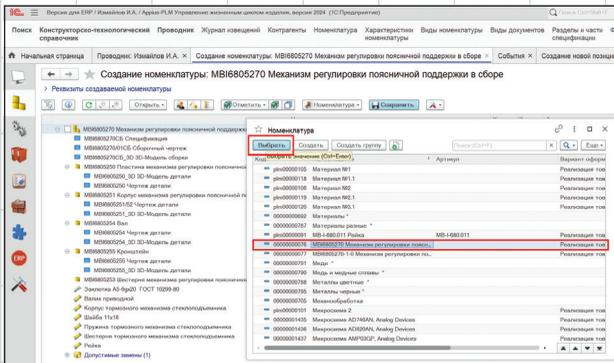

Рис. 6
- выбираем нужную позицию (рис. 6),